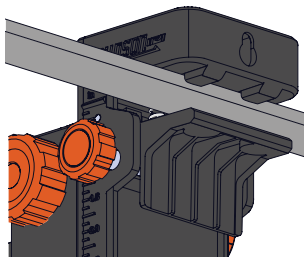

Figura 30
3. Coloque el accesorio de montaje en riel en un riel, y asegúrese de que la abrazadera esté completamente asentada sobre el riel. Apriete la perilla de ajuste más pequeña para fijar el accesorio del montaje en riel al riel. (Figura 30)